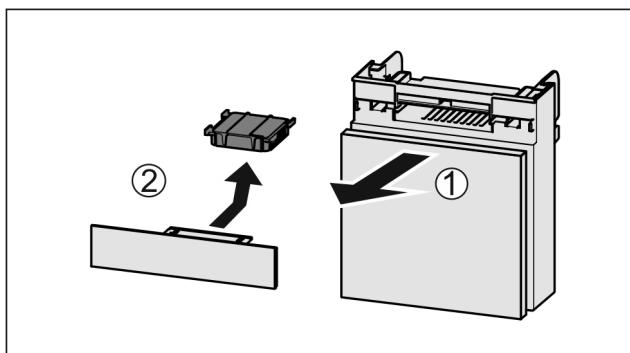

Fig. 177
- ▶ Extraeți Fig. 177 (1) compartimentul către înainte.
- ▶ Scoateți Fig. 177 (2) filtrul de cărbune activ.